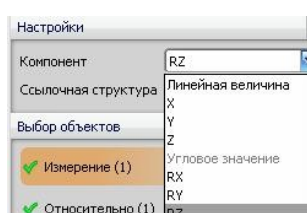

рис.61
- В поле *Компонент* мы оговариваем – вдоль какой оси (X,Y,Z) , или вокруг какой оси (RX, RY, RZ) мы осуществляем с помощью данного сенсора измерение (рис.61). В нашем случае мы выбираем измерение угла вокруг оси RZ.